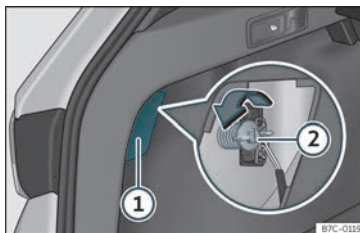

Fig. 48 Maleta: accés al caragol de fixació de la unitat de llum posterior.
- Traieu la tapa fent palanca amb el costat pla d'un tornavís en el rebaix >>> **fig. 48 ①**.
- Desenrosqueu amb la mà o amb ajuda d'un tornavís el caragol de fixació del llum pilot >>> **fig. 48 ②**.